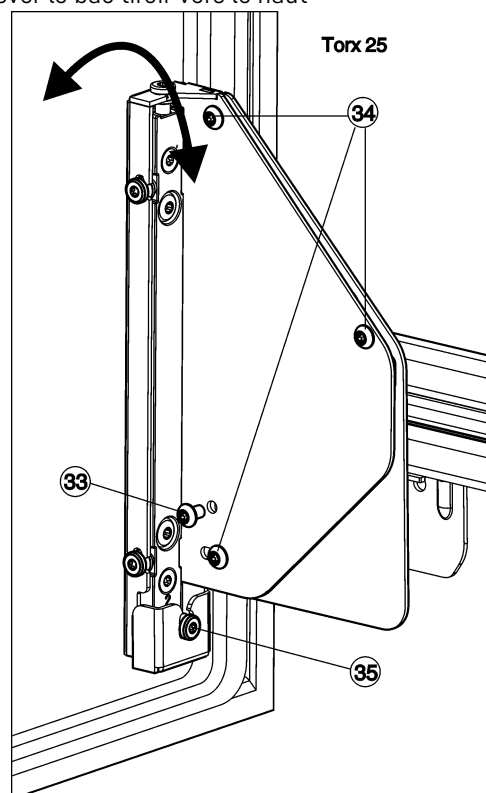

Fig. 26
- ▶ Dévisser entièrement les vis Fig. 26 (33).
- ▷ Les vis Fig. 26 (33) ne sont plus nécessaires, vous pouvez vous en débarrasser.
- ▶ Desserrer les vis Fig. 26 (34) d'1 à 2 tours.
- ▶ Tourner la vis d'ajustement Fig. 26 (35). Dans le sens des aiguilles d'une montre : la porte s'incline en s'éloignant du corps de l'appareil. Dans le sens contraire des aiguilles d'une montre : la porte s'incline vers l'appareil et s'éloigne du corps de l'appareil en bas.
- ▶ Revisser toutes les vis Fig. 26 (34) à fond après l'ajustement de l'inclinaison.